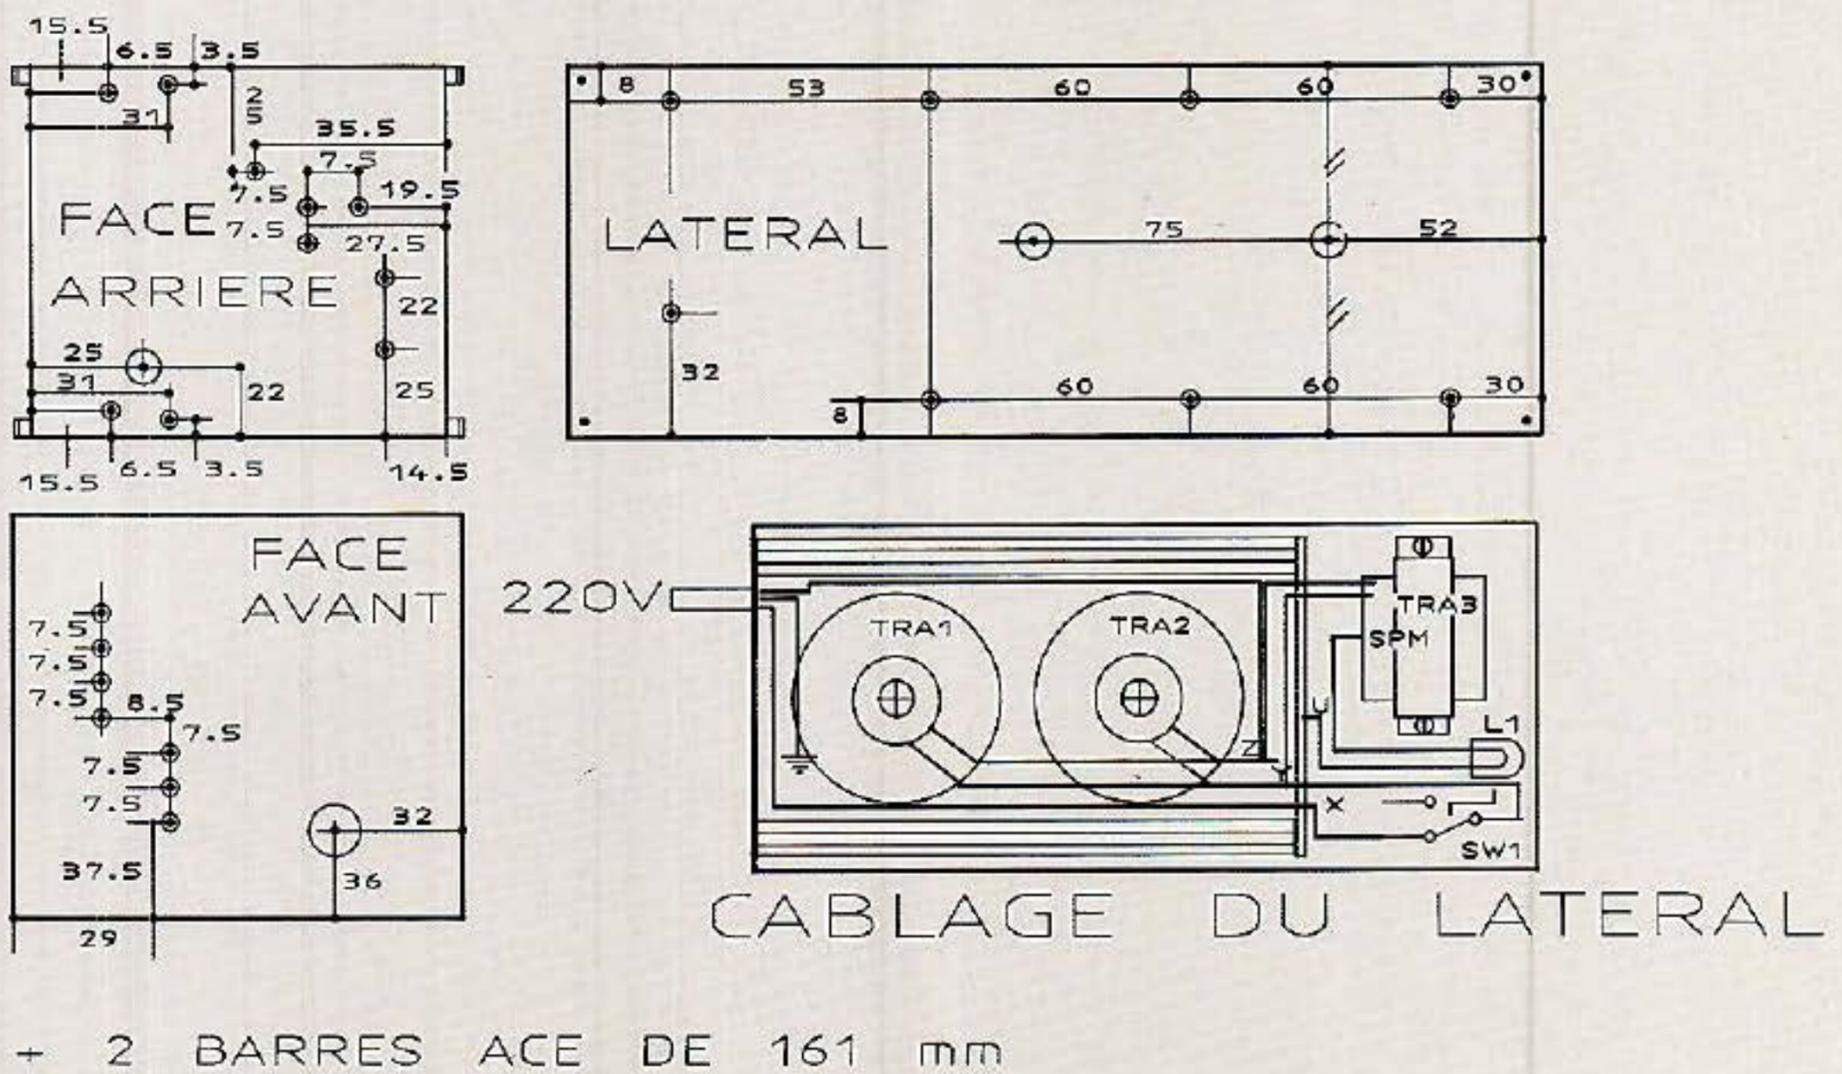

Figure 2 - Plan de perçage.
**PRÉPARATION MÉCANIQUE :** Elle commence par l'usinage des pièces, conformément au plan détaillé visible figure 2. Volontai-
der à l'assemblage avec le flanc et au raccordement avec les transfos. Pensez au fil secteur... et aidez-vous de la figure 2.